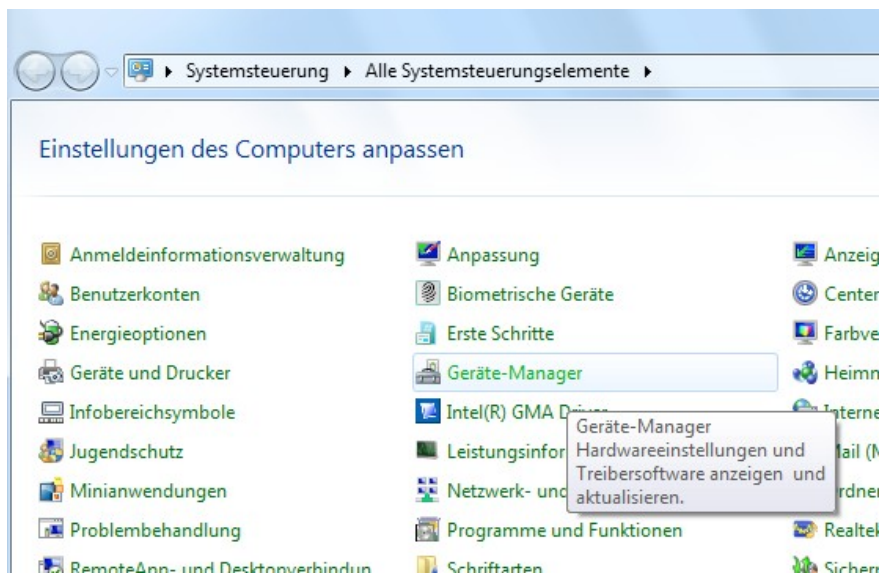

Abbildung 5: Geräte-Manager wählen
2. "Geräte Manager" auswählen. Falls Sie die Kategorie "Ansicht" verwenden ist der Geräte-Manager unter "Hardware und Sound" zu finden (siehe Abbildung 5)